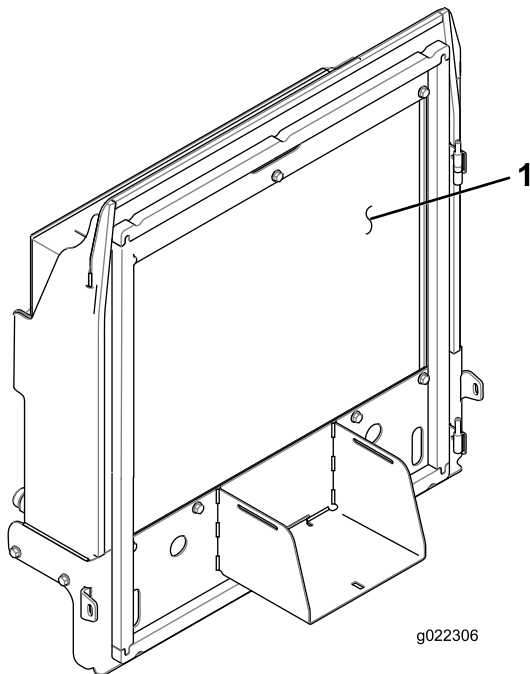

図 83
4. ラジエターとオイルクーラの裏表図 83 を圧縮空気で丁寧に清掃する。